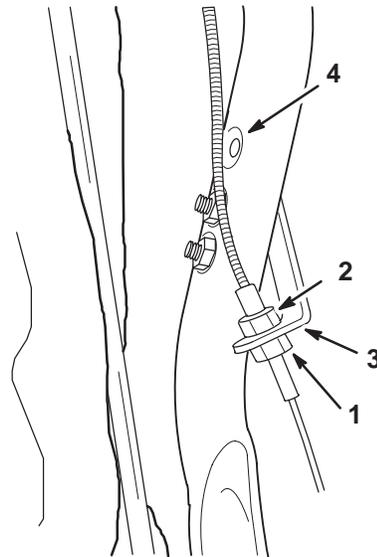

Figure 24
2. Desserrez l'écrou inférieur sur le dessous de la patte (Fig. 24).
3. Serrez l'écrou supérieur pour élever le logement du câble (Fig. 24) ce qui aura pour effet de rapprocher la roue de friction du pneu. (Cela raccourcit le câble afin de compenser l'usure).
Remarque : S'il est impossible de régler le câble davantage, montez la patte dans le trou supérieur du guidon et recommencez la procédure de réglage (Fig. 24).
4. Lorsque le réglage est terminé, serrez l'écrou inférieur contre la patte pour conserver le bon réglage (Fig. 24).